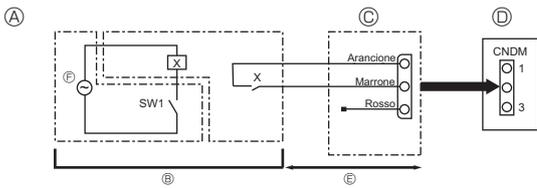

Fig. 10-1
- ④ Pannello di comando dell'unità esterna
⑤ Max. 10 m
⑥ Alimentazione per relè
10.1. Modalità bassa rumorosità (modifica in loco) (Fig. 10-1)